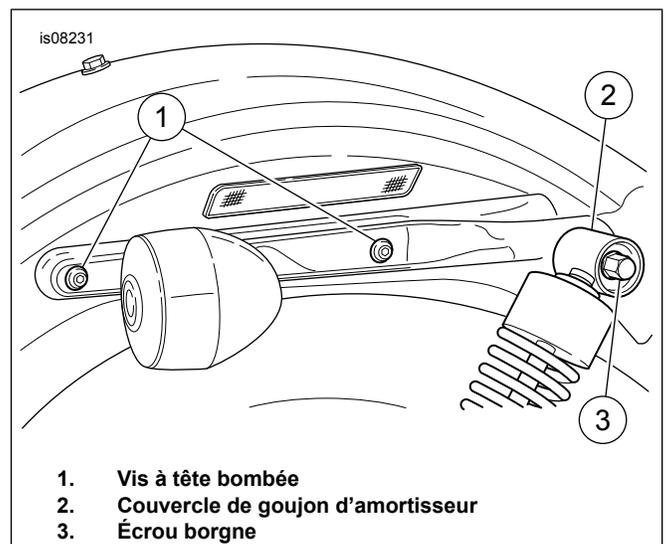

Figure 4. Support de garde-boue arrière
4. Voir Figure 4. Retirer les vis à tête bombée et les contre-écrous qui attachent le couvercle de support de garde-boue au cadre. Conserver la visserie pour l'installation ultérieure.